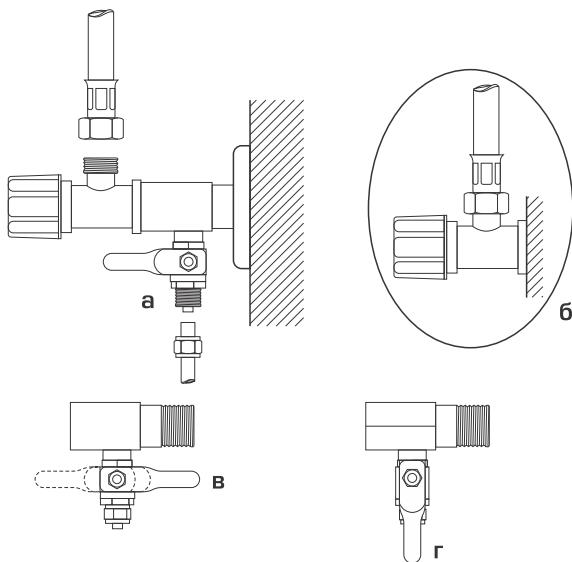

Рисунок 5. Устройства для подсоединения к водопроводу
- в) для легкой регулировки к трехдорожному адаптеру устанавливается шаровидное приспособление, обмотанное тefлоновой лентой (рисунок 5.а);
- д) обратите внимание на то, чтобы шаровидный вентиль был в закрытом положении (рисунок 5.в);
- е) откройте воду, проконтролируйте места соединения на течь (рисунок 5.г);